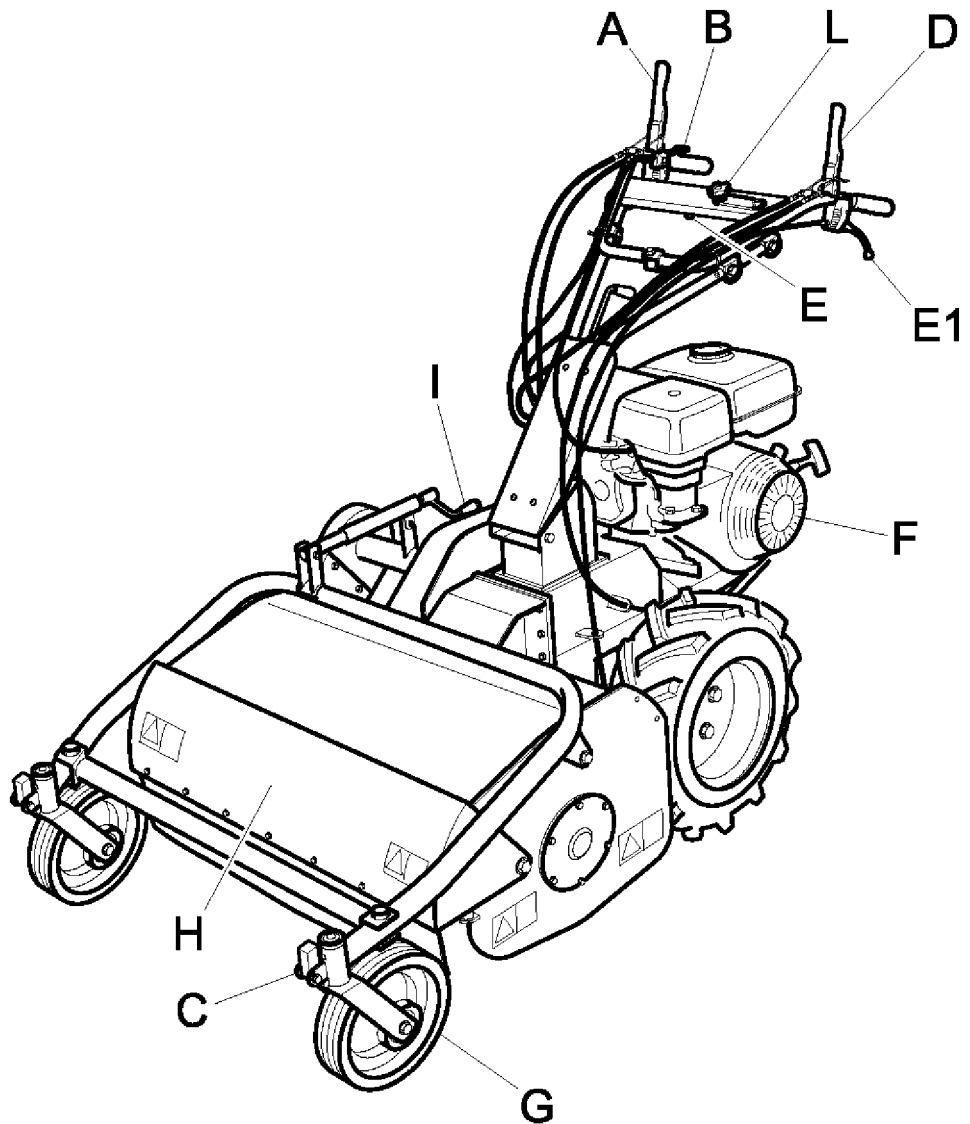

Figure 1
La protection antérieure (Fig. 1 Réf. H) s'ouvre ou se ferme automatiquement en fonction du volume de l'herbe à couper. L'utilisation de la machine est interdite lorsqu'elle est ouverte car cela risquerait de provoquer la projection d'objets.
*Vérifier que vous avez correctement sélectionné les positions des leviers (Fig. 2 pos. N et O) et que ces dernières sont solidement en position ; dans le cas contraire, actionner brièvement le levier d'avance (Fig. 1 Pos. A) afin de permettre l'enclenchement parfait de la vitesse. Ceci peut être plus particulièrement utile durant les premières heures de fonctionnement de la machine.*
- Avant de démarrer le moteur, vérifier que les deux leviers d'enclenchement (embrayage d'avance - Fig. 1, Réf. A et embrayage lames - Fig. 1, Réf. D) se trouvent en position de désactivation (relâchés) ; le frein est alors automatiquement actionné ; par conséquent, positionner le levier de commande vitesse réduite/rapide au point mort (voir Fig. 2 , ref. N)
- Le couvercle de protection situé devant les lames ( Fig. 1, Réf. H) doit toujours être fermé durant l'utilisation de la machine.